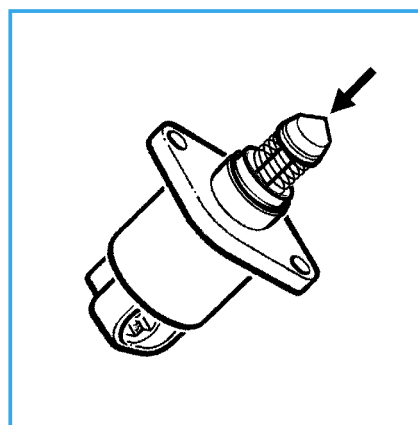

Fig. 3 Mour pas à pasoo
**Instructions :** le cône de réglage (flèche), fig. 3 du moteur pas à pas ne doit pas être retirée du boîtier ou de la barre filetée. Risque de démolition.
- Au bout de le cône de réglage (flèche), fig. 3, exercer une légère pression axiale avec le pouce puis mettre le contact.